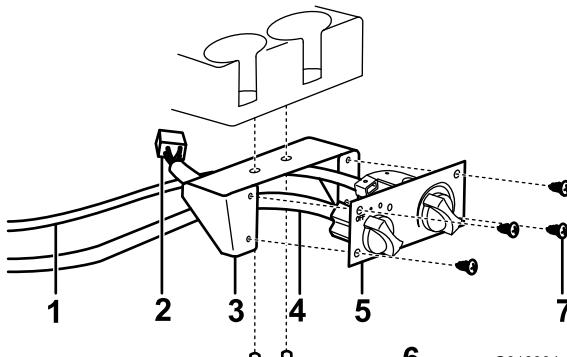

Figura 17
- 5. Sujete el soporte del panel de control del calentador al salpicadero, debajo del portavasos, con 2 tornillos con arandela prensada y tuercas (Figura 17).
- 6. Conecte el cable de control del calentador y el conector negro del arnés al panel de control del calentador, y conecte el conector blanco del arnés al calentador (Figura 17).
- 7. Sujete el panel de control del calentador a su soporte usando 4 tornillos para chapa (Figura 17).